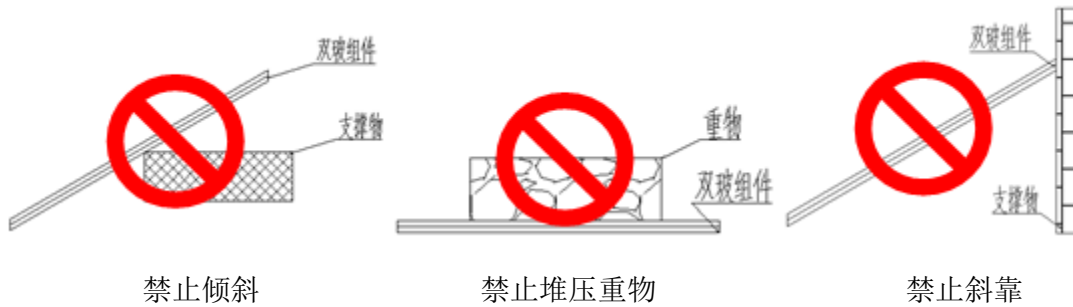

图3 组件堆放说明
6.1.5 包装箱拆箱需按图 3 进行拆箱，禁止野蛮操作或用撬棍插入箱内撬开，使用工具时注意人身安全与组件安全。